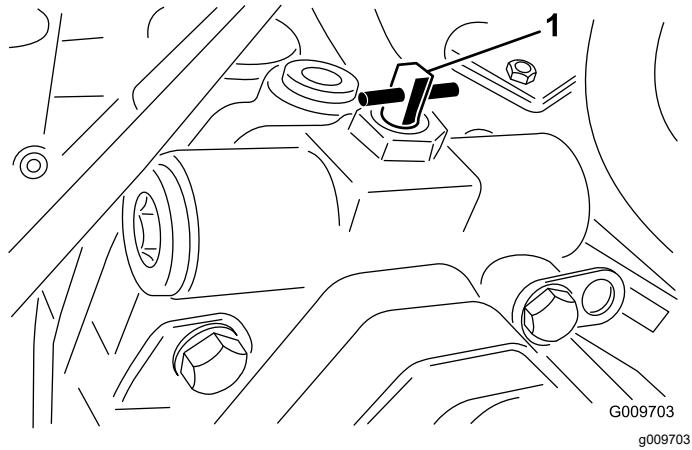

Bild 91
- Schließen Sie das Abschlepp-Sicherheitsventil indem Sie es um 90° zurückdrehen (eine Viertelumdrehung), bevor Sie den Motor anlassen. (**Bild 91**).